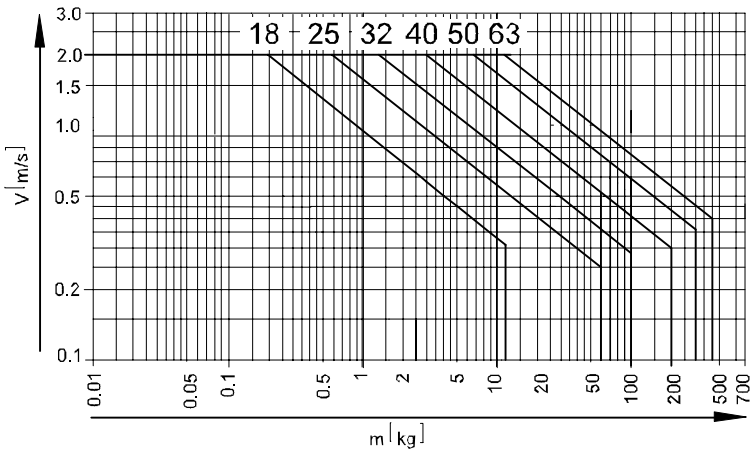

Bild 22
Die Kennlinien in Bild 22 gelten für:
Ohne externe Abfangvorrichtungen kann ein Überschreiten der in Bild 22 angegebenen Massen und Geschwindigkeiten zur Zerstörung des DGPI(L)-... führen.
- Prüfen Sie, ob die Belastungen des DGPI(L)-... weiterhin im zulässigen Bereich liegen: siehe Kapitel Inbetriebnahme, Bild 22.